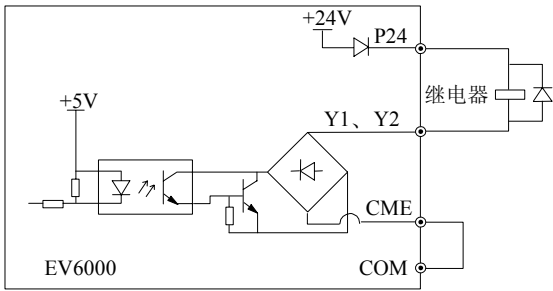
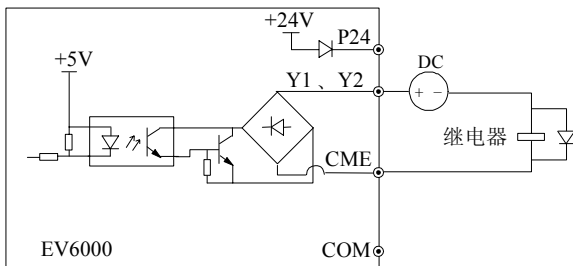

图4-23 多功能输出端子接线方式 1
图4-24 多功能输出端子接线方式 2
1. 多功能输出端子 Y1、Y2 可使用变频器内部的 24V 电源，接线方式请参见图 4-23。
2. 多功能输出端子 Y1、Y2 也可使用外部电源，接线方式请参见图 4-24。
5. 图 4-23、图 4-24 中，对于非 24V 继电器，应根据继电器参数选择合适的电阻，串接在继电器回路中。